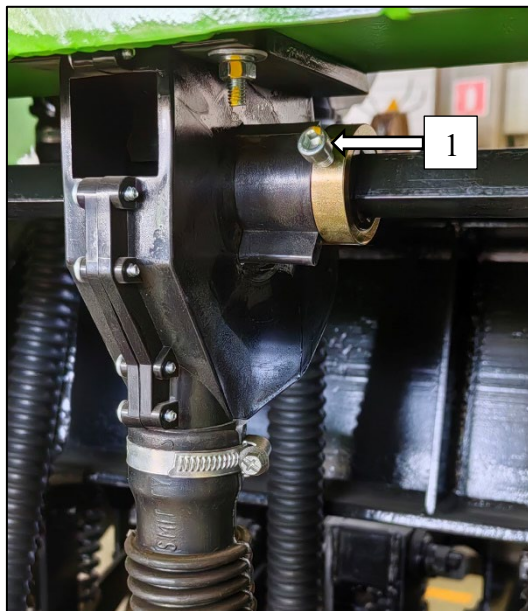

Рисунок 41 – Дозатор зернотукового и сеянного бункеров
Прежде чем перекрывать дозаторы, рекомендуется выставить необходимую норму высева и выполнить контрольную проверку. Для перекрытия необходимого дозатора сеянного и зернотукового бункера необходимо ослабить затяжку винта (1), фиксирующего катушку дозатора на приводном валу. Сместить катушку относительно дозатора так, чтобы рабочая часть катушки была полностью выдвинута за пределы корпуса дозатора, рис. 41.